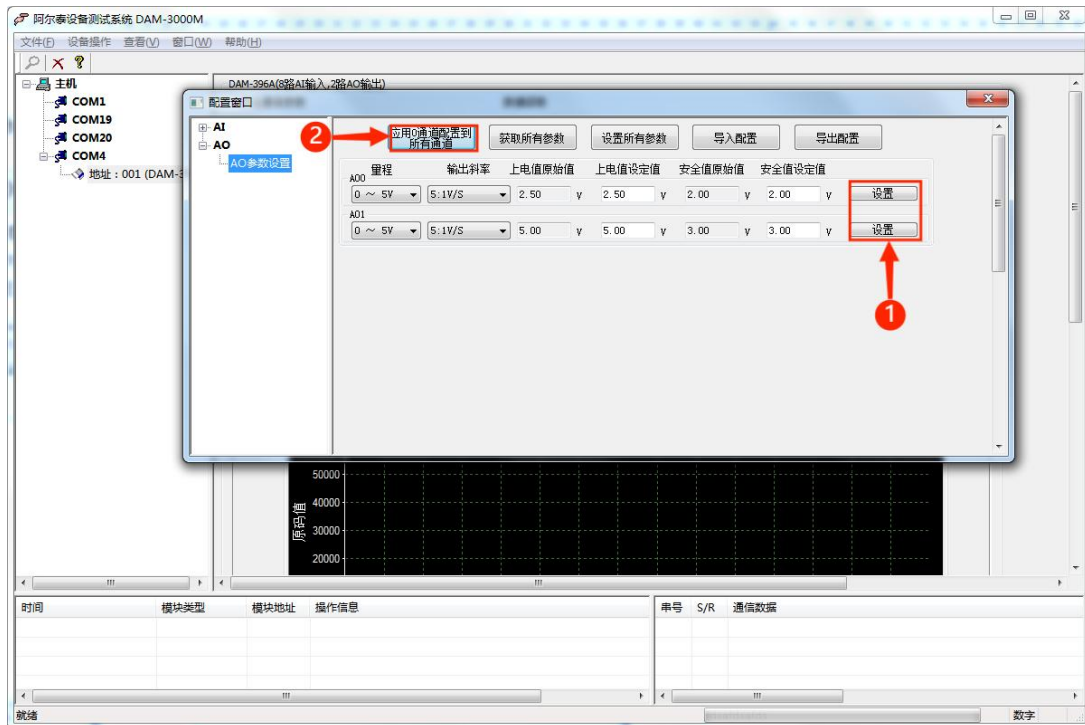
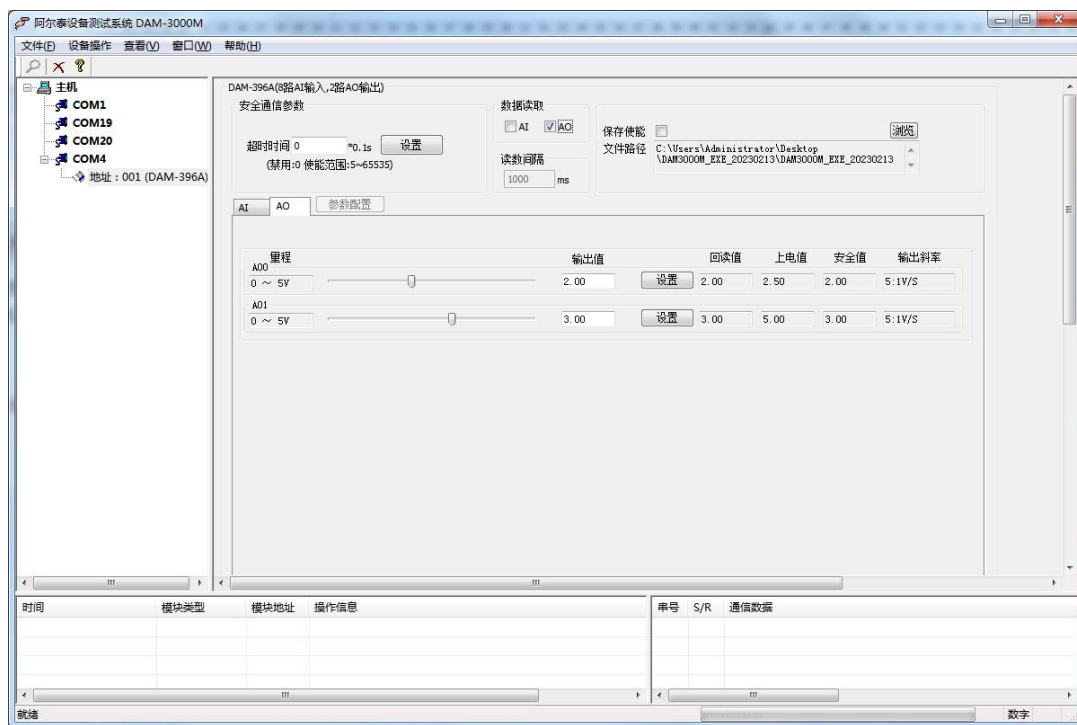

图 20
图 21
1) 在参数配置中点击“AO 参数设置”进入 AO 参数设置界面，参数设置完成后点击设置按钮如图 20-①可对当前通道参数进行保存，点击图 20-②，可将 0 通道数值应用到所有通道，设置完成后返回主界面点击“AO”即可开始数据采集如图 21。